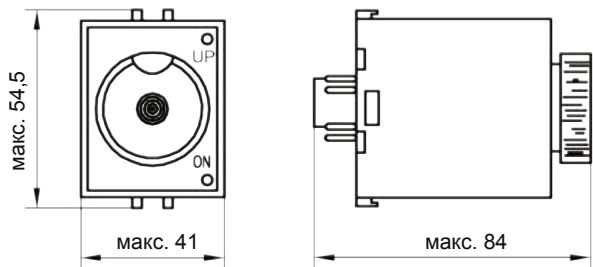

Рис. 1. Габаритные и установочные размеры JSZ3A-, C-, F, K, Y
- 5.1 Габаритные и установочные размеры: см. рис. 1–4.